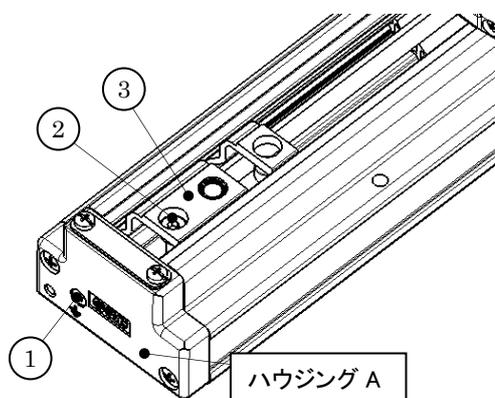

図 5-1. ベルトテンション調整部 1
ダストシールバンドを外した状態(第 2 章ダストシールバンド、シールバンド押え Ass'y 脱着を参照)で、③プリーホルダ Ass'y を固定している②ねじを緩めた後、①テンション調整ボルトを回して調整します。(図 5-1.)